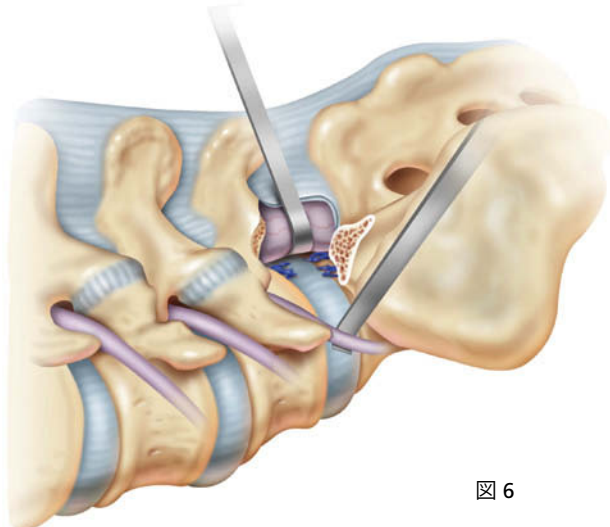

図 6
1. L5神経根と中心硬膜嚢の側方部分とを慎重に引き出し、保護してください。粘膜剥離子または神経根レトラクターを使用して、手術手技のあらゆるステップでこれらの組織を確実に保護してください(図6)。